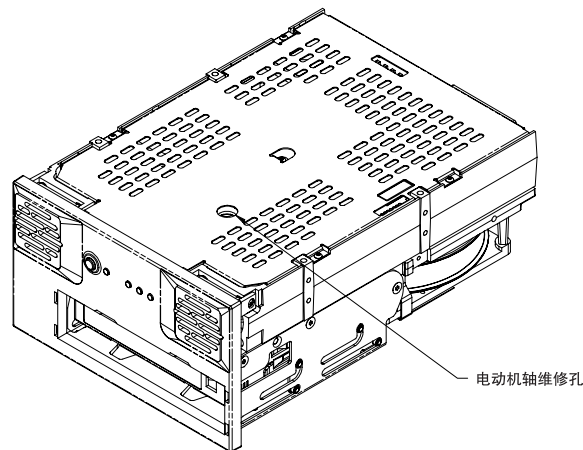

图 20. Viper 200 底板上的电动机维修孔
4. 从驱动器底板上的孔位中插入 1.5 毫米六角板手（如图 20 所示）。沿顺时针方向缓慢地旋转板手，并轻柔地将磁带倒回磁带盒内。这可能需要一些时间。